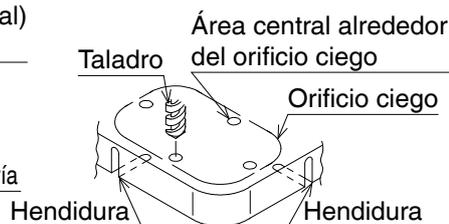

Fig. 5
- Al conectar en dirección descendente, abra el orificio ciego al hacer 4 orificios alrededor del orificio ciego con una broca de $\varnothing 6$ mm. (Vea la **Fig. 5**)